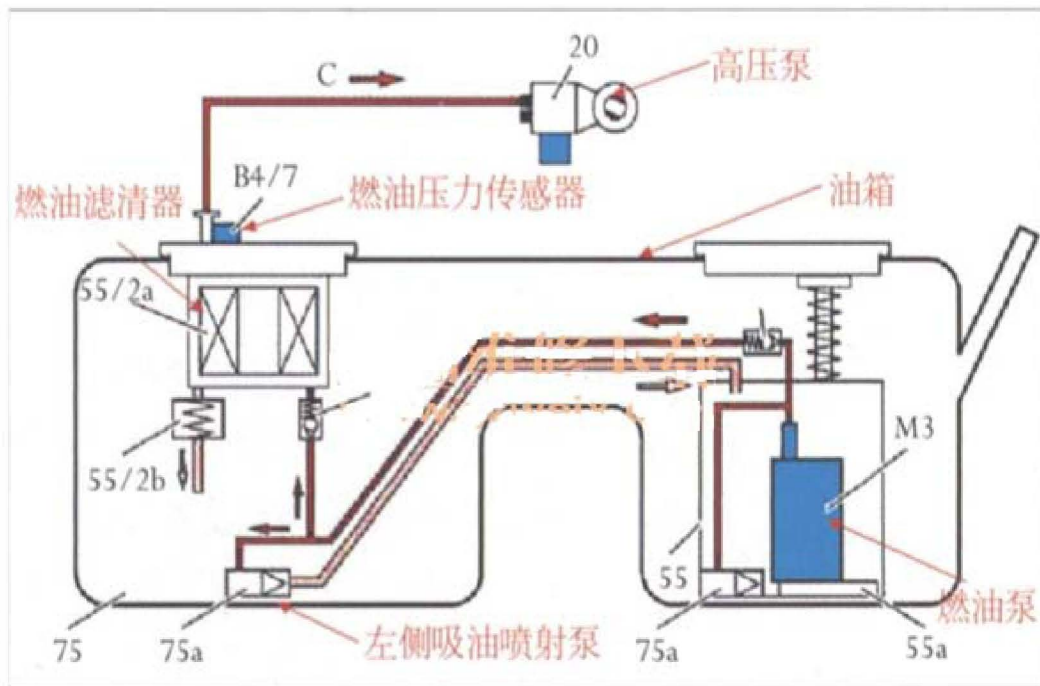
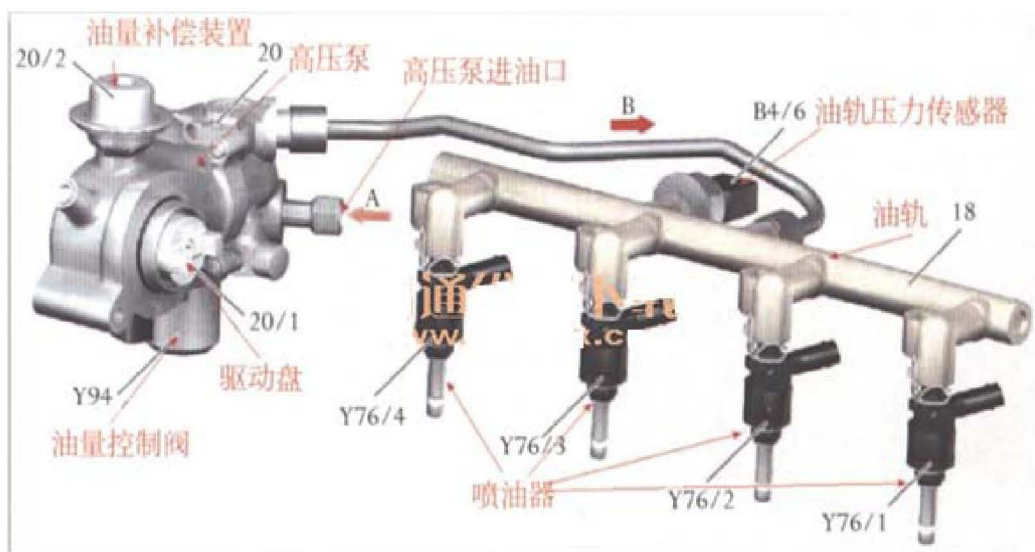

图1 燃油低压系统工作原理示意图
图2 燃油高压系统工作原理示意图
- 3). 奔驰 E260 的燃油系统的特点为高低压系统结合, 在所有工况下燃油供给都会以充足的压力将足量的燃油从油箱供至喷油嘴, 工作原理示意图见图 1、图 2。